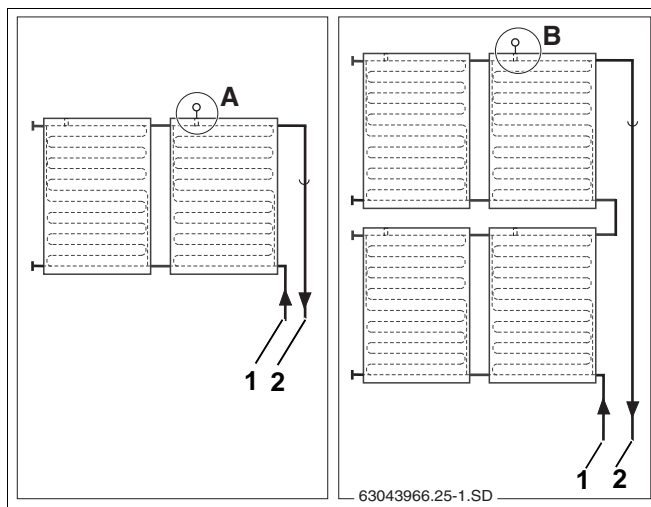

Fig. 50 Monteringssted solfangerføler (skematisk visning)
Bemærk monteringsstedet ved solfangersystemer i en eller to rækker (fig. 50).
Solfangerføleren skal monteres i solfangeren med den tilsluttede fremløbsledning (fig. 50, **pos. 2**).
- Monteringssted (fig. 50, **pos. A**) ved solfangersystem i én række.
- Monteringssted (fig. 50, **pos. B**) ved solfangersystem i to rækker.